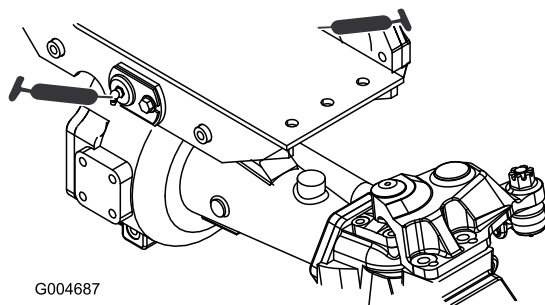

Figura 42
- Dois casquilhos da articulação do eixo traseiro e frontal (Figura 42)